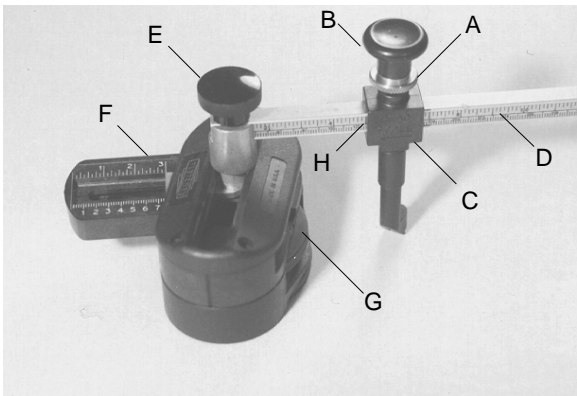

Abbildung 1
Stellen Sie das Offset ein, indem Sie den Knauf (E) auf der oberen Seite des Grundgestells lösen. Schieben Sie die Offsetplatte (F) nach links, bis die linke Seite der Metallplatte mit der gewünschten Offsetskala übereinstimmt. Die Offsetskala kann in Zentimeter oder Zoll abgelesen werden. Ziehen Sie den Knauf wieder fest an. Hinweis: Wenn Sie einen Kreis anreissen, ist das Offset = 0. Abbildung 1 zeigt den Schneider mit Einstellungen für ein Oval mit den Abmessungen 125 mm x 200 mm.